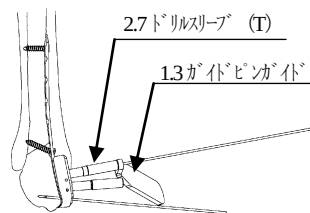

図14-1
ガイドブロックに2.7 ドリルスリーブ (T) を取り付け1.3 ガイドピンガイドを挿入し、1.3 ガイドピンを適位まで刺入します。(図14-1)